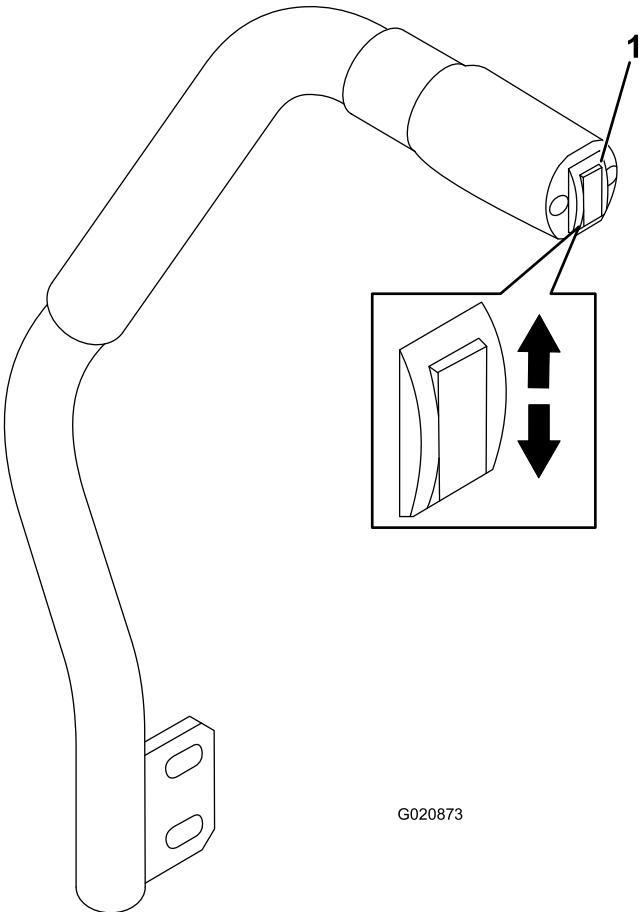

図 18
デッキ昇降スイッチはデッキ（アタッチメント）の上昇と下降を行うスイッチです（図 18）。このレバーは、エンジンが掛かっていないと使用できません。
- ・ デッキを下降させるには、スイッチを下に押す（図 18）。
- ・ デッキを上昇させるには、スイッチを上に押す（図 18）。
1. エンジンを始動し、デッキの昇降スイッチを上に押してデッキを一番高い位置まで上昇させたらすぐにスイッチから手を離す（図 18）。